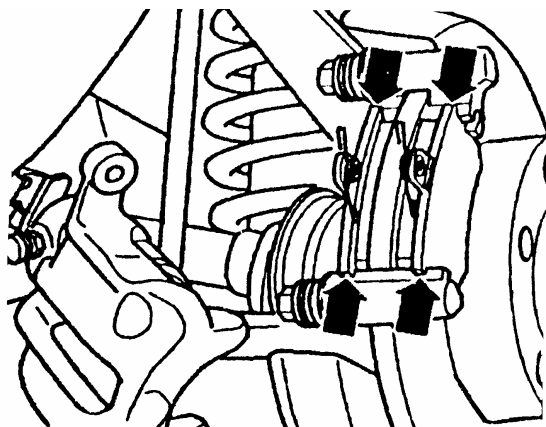

图 13-45 装上制动衬片
(2) 从制动摩擦衬片后挡板上揭下保护膜。装上制动衬片，如图 13-45 所示。